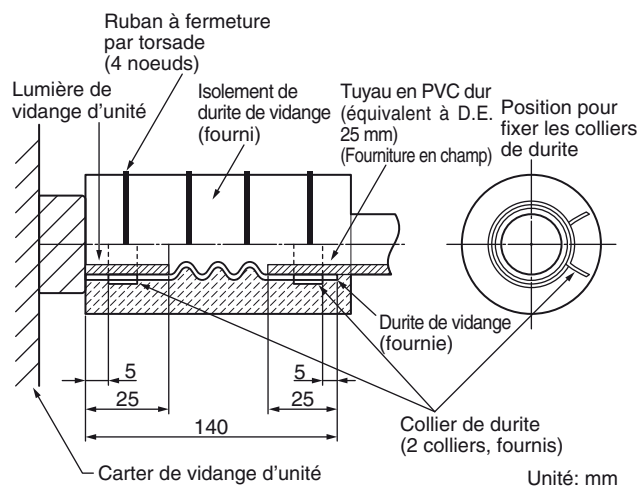

Fig. 3-22
- **Fixer de manière que l'attache du collier flexible se trouve sur le côté de l'orifice de vidange. (Fig. 3-22)**